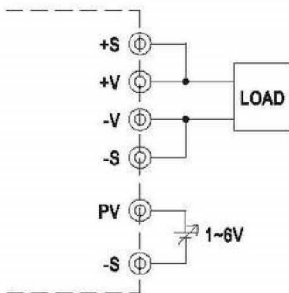

图 3.1 加一个1~6V的外部电压
- (1) “输出电压调整”功能如果要使用，CN1或CN2的PV(PIN3)和PS(PIN4)必须开路，否则可能会造成内部零件损坏而无法使用。
- (2) 如图3.1所示，在CN1或CN2的PV和-S间连接一个外部直流电压源，并且+S & +V, -S & -V也需要如图所示连接
- (3) 如图所示3.2，输出电压可调范围为额定输出的20~110%(Typ.)，输出电压上调时输出电流需相应减小